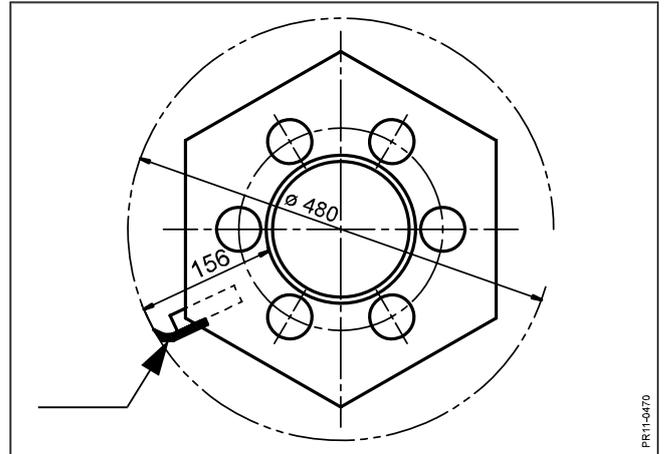

Fig. 4.7
**Fig. 4.7** Lors du montage de nouveaux couteaux, il faut retirer les couteaux de sorte que le diamètre extérieur du rotor est de 480 mm. (Du tube de rotor de la pointe de couteau = 156 mm.)